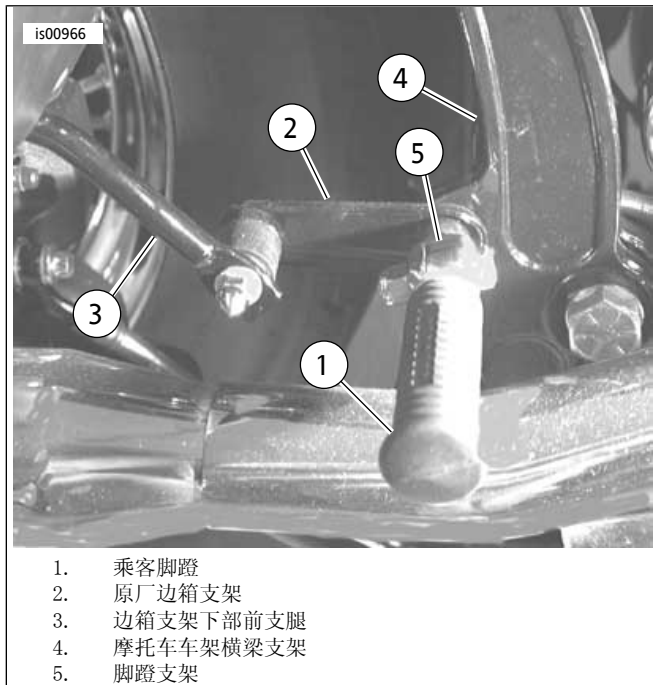

图1。边箱支架和乘客脚踏
- 参见图1。从支架(5)上拆下螺栓、螺母和垫圈从而拆下乘客脚踏(1)。